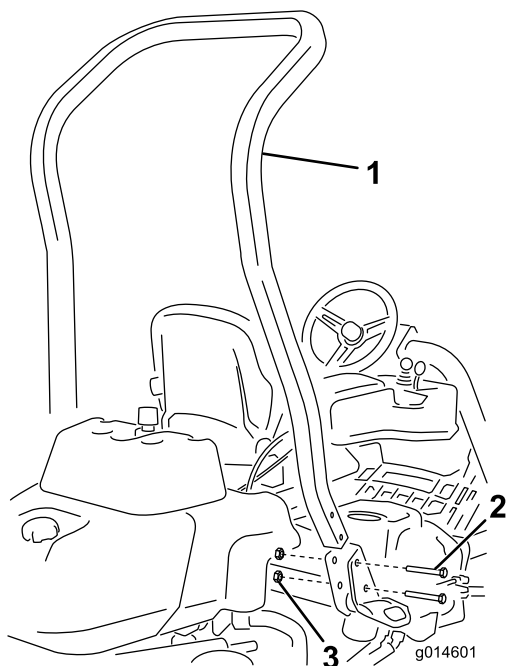

Figure 3
3. Montez l'arceau de sécurité dans les logements prévus de chaque côté de la machine au moyen de 4 boulons (1/2" x 3/4") et 4 écrous à embase (1/2") (Figure 3)